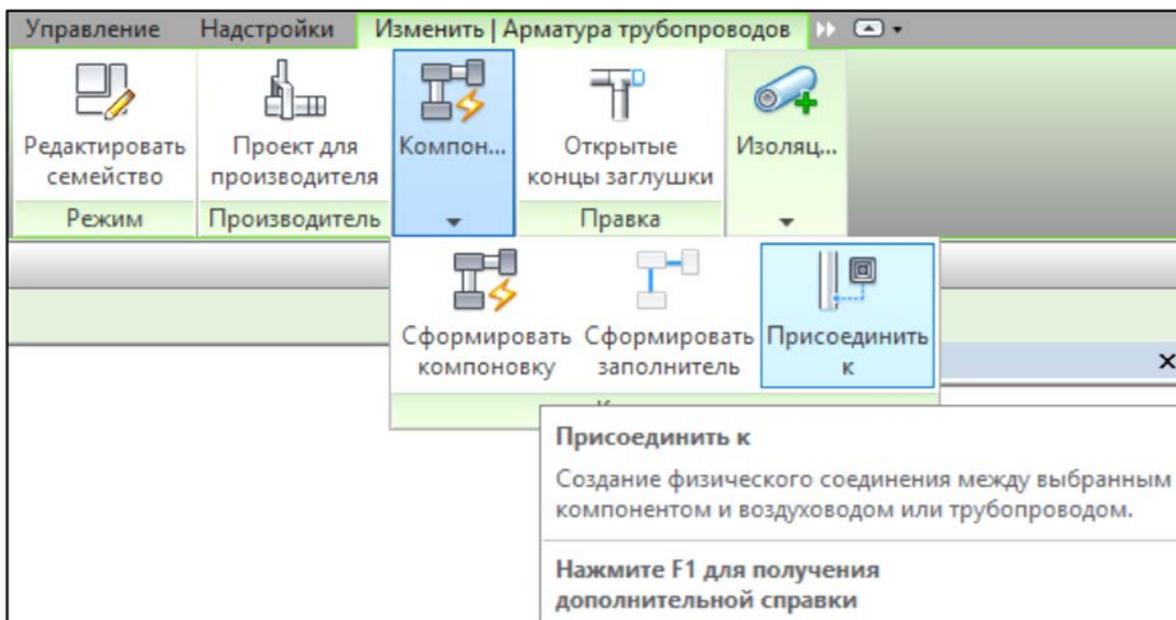

Рисунок 5.20 Инструмент «Присоединить к» для соединения трубопровода и прибора отопления
6. Подключить отопительные приборы к системе подающих и обратных трубопроводов, для чего можно воспользоваться кнопкой «Присоединить», которая находится в панели инструментов (рисунок 5.20).